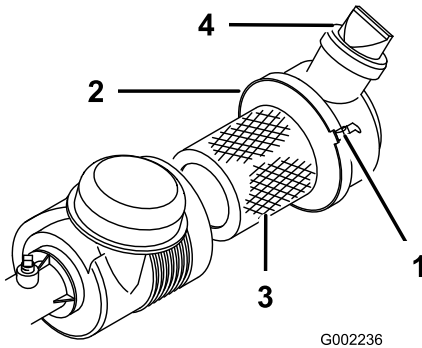

Figura 36
Verifique se existe algum dano no corpo do filtro de ar que possa provocar uma fuga de ar. Verifique se a cobertura está devidamente selada no filtro de ar. Substitua o corpo do filtro de ar se este se encontrar danificado. Aperte a válvula (Figura 36) antes de cada utilização, para eliminar quaisquer sujidades ou detritos. Efectue a manutenção do filtro de ar a cada 100 horas de funcionamento.
3. Desaperte a correia do filtro de ar que prende a cobertura do filtro de ar do corpo do filtro de ar (Figura 36) e separe a tampa do corpo.
7. Prenda as correias (Figura 36).
4. Coloque a tampa com a válvula virada para baixo e prenda as correias (Figura 36).